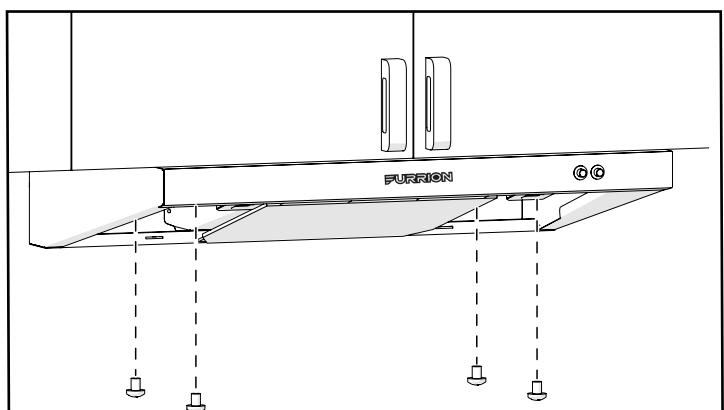

Fig. 6
5. Fixez la hotte de cuisinière sur l'armoire supérieure à l'aide des quatre vis fournies. (Fig. 6)